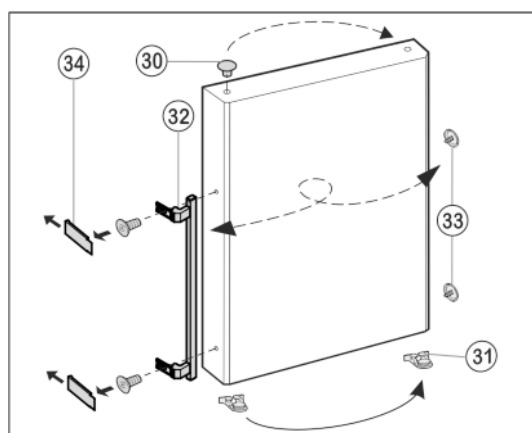

Fig. 12
- ▶ Stopfen *Fig. 12 (30)* aus der Tür Lagerbuchse herausheben und umsetzen.
- ▶ Türgriff *Fig. 12 (32)*, Stopfen *Fig. 12 (33)* und Druckplatten\* *Fig. 12 (34)* abmontieren und auf die Gegenseite umsetzen.